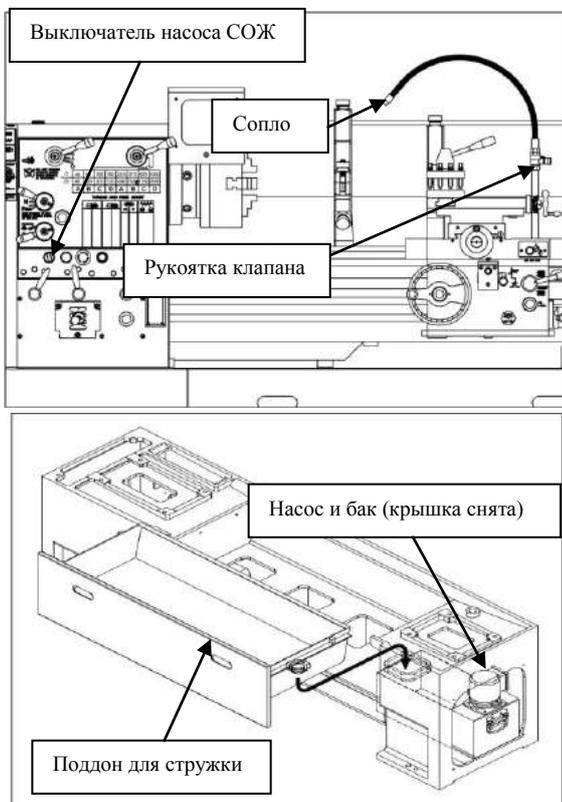

Рис. 78. Система подачи СОЖ, узлы и их расположение
5. Снимите крышку, как показано на рис. 78, и выдвиньте бак наполовину из корпуса, как показано на рис. 79.